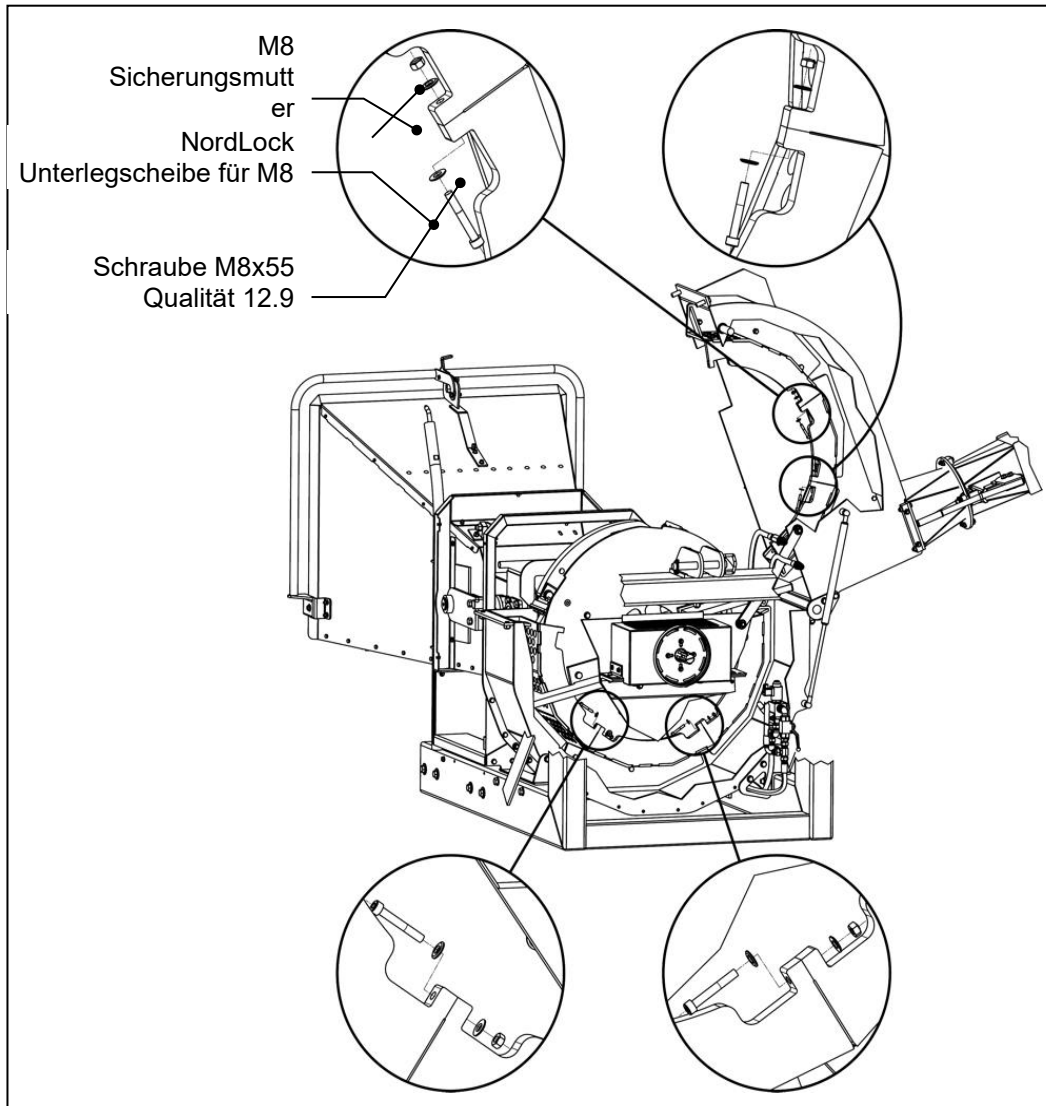

Abbildung 26: Schrauben zwischen den Siebsegmenten
- 4) Entfernen Sie die Schrauben, die die Siebsegmente im oberen und unteren Teil zusammenhalten. 2 Schrauben im oberen Teil und 2 Schrauben im unteren Teil des Rotorgehäuses. Siehe Abbildung 26.